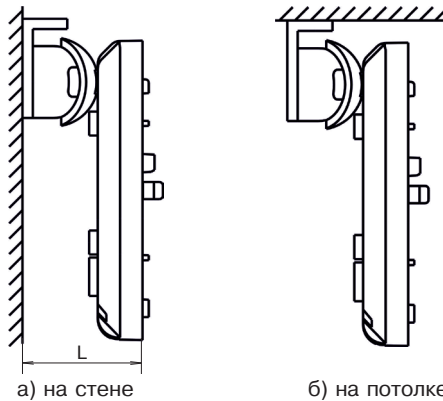

Рисунок 5 – Крепление извещателя с кронштейном
1. После закрепления извещателя на кронштейне повернуть корпус извещателя в вертикальной плоскости в соответствии с выбранной высотой установки, отмерив расстояние (L) от стены до края основания при снятой крышке (рисунок 5, таблица 4).